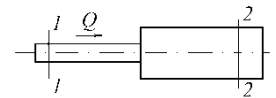

Рис. 3
7. Определить потерю напора на внезапное расширение потока (рис. 3), если известны показания пьезометров  $h_1 = 16$  см,  $h_2 = 30$  см, диаметры  $d_1 = 20$  мм,  $d_2 = 50$  мм, расход  $Q = 1$  л/с.